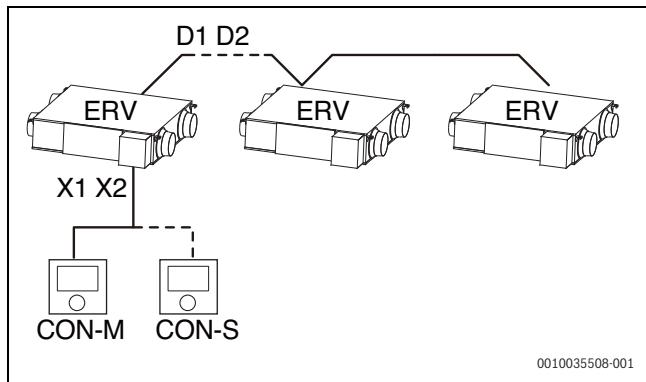

Fig. 17 Múltiplas unidades ERV
- Grupo até 16 ERV apenas controlado por um ou dois controladores (master/slave) (→ fig. 17).